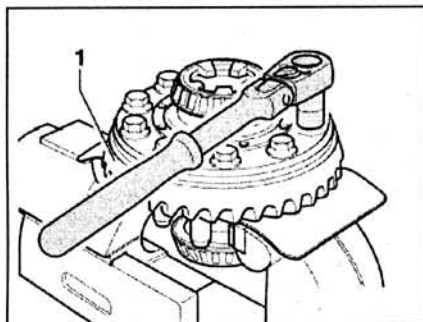

Рис. 4.102. Открутите болты крепления коронной шестерни 1 и отсоедините корпус дифференциала.
1. Открутите болты крепления коронной шестерни 1 и отсоедините корпус дифференциала легкими ударами молотка (рис. 4.102).